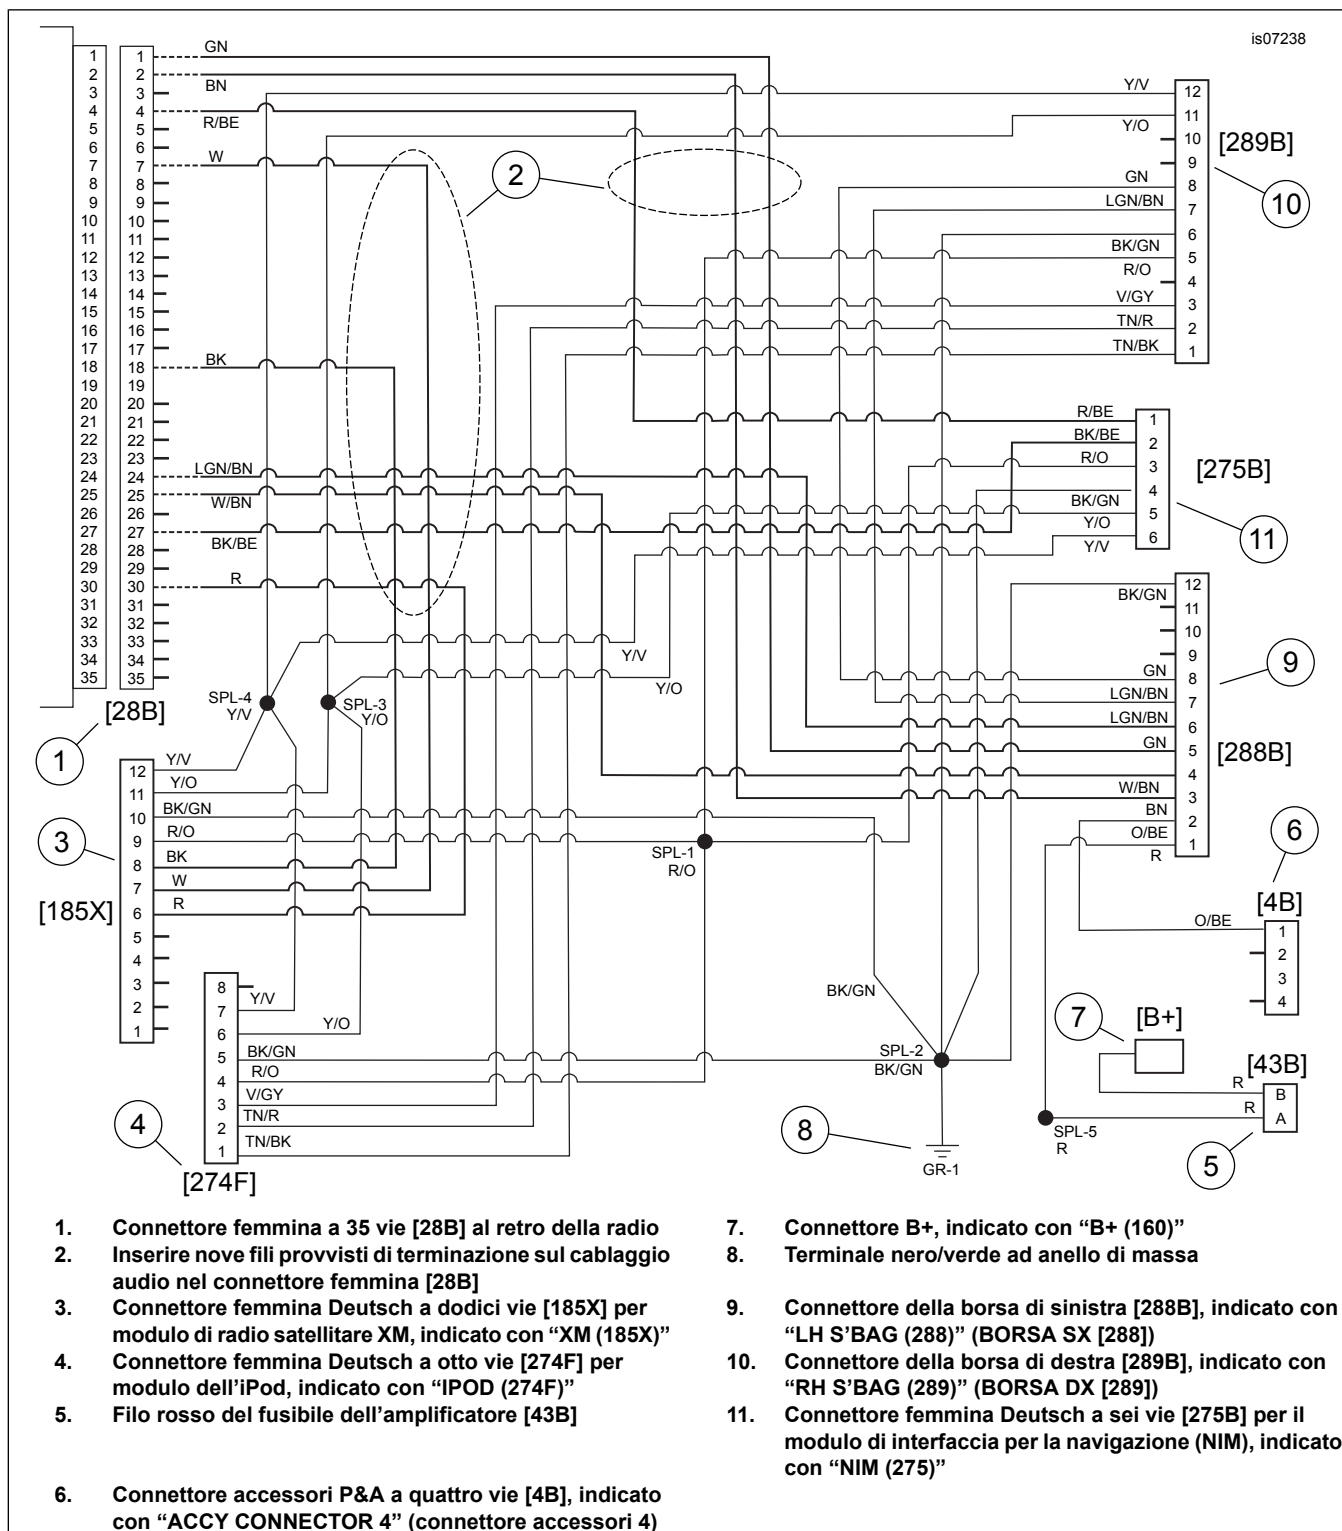

Figura 6. Schema elettrico, cablaggio dell'impianto audio 69200477
6. Vedere Figura 6. Posizionare il connettore "B+ (160)" (7) e "ACCY CONNECTOR 4" (CONNETTORE ACCESSORI 4) (6) nell'area al di sotto della sella. Posizionare il portafusibili (5) in un punto facilmente accessibile. Unire il connettore [160] (7) al connettore B+ sul veicolo. Unire il connettore femmina grigio a quattro vie [4] (6) al connettore maschio [4A] sul veicolo.
7. Fissare il terminale ad anello [MASSA-1] (8) al prigioniero di massa del lato destro.